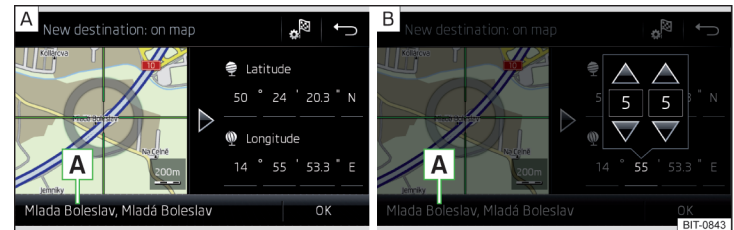

Abb. 211 Ziel eingeben: über den Kartenpunkt / mithilfe von GPS-Koordinaten
- › Durch Bildschirmberührung das gewünschte Ziel in das Fadenkreuz verschieben » Abb. 211 - A.
- › Die Werte der GPS-Koordinate nacheinander antippen und einstellen » Abb. 211 - B.
Sind in den Navigationsdaten des Infotainments Informationen zum eingegebenen Punkt verfügbar, dann werden diese statt der GPS-Koordinaten angezeigt (bspw. Adresse **A** » Abb. 211).